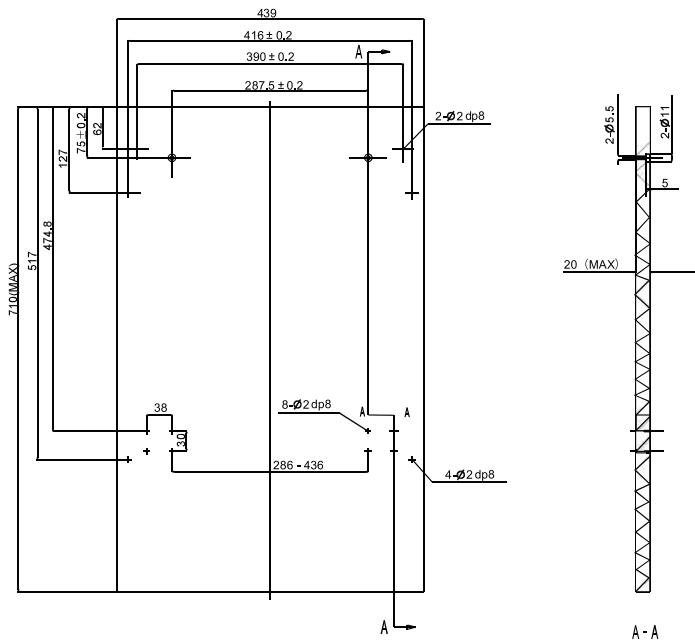

Рис. 3. Единицы измерения – мм
1. Установите внешнюю панель (рис. 3). Внешняя панель должна соответствовать размерам, приведенным на рисунке.